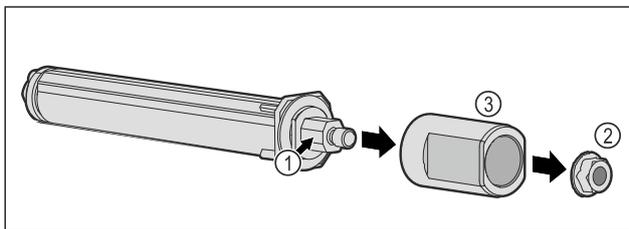

Fig. 58
- ▶ No desmontar el sistema de cierre de puertas Fig. 58 (1).
- ▶ Retirar la tuerca Fig. 58 (2).
- ▶ Retirar el manguito Fig. 58 (3).